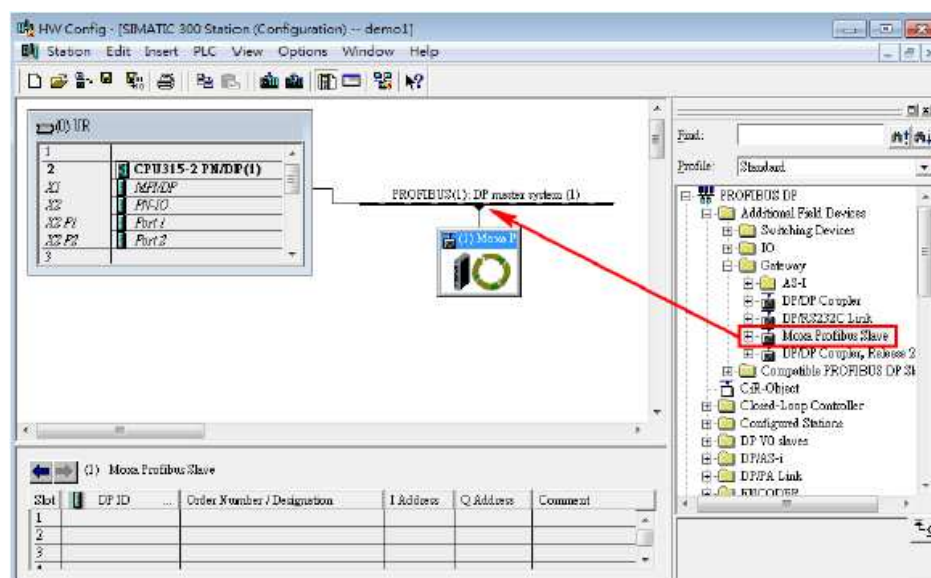

Рис.20
1.3.1 Перетащите и вставьте устройство **Moxa Profibus slave** из каталога в систему **DP master** (Рис.20):